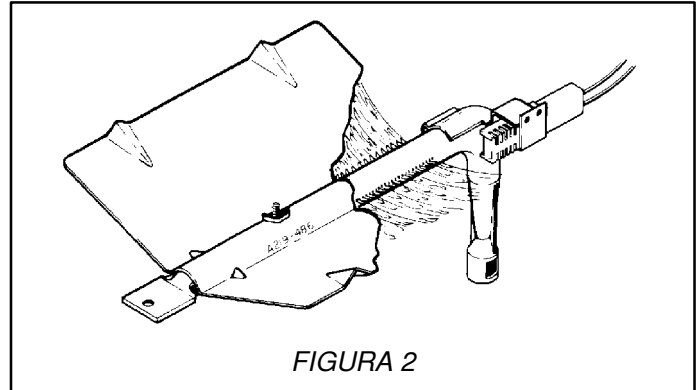
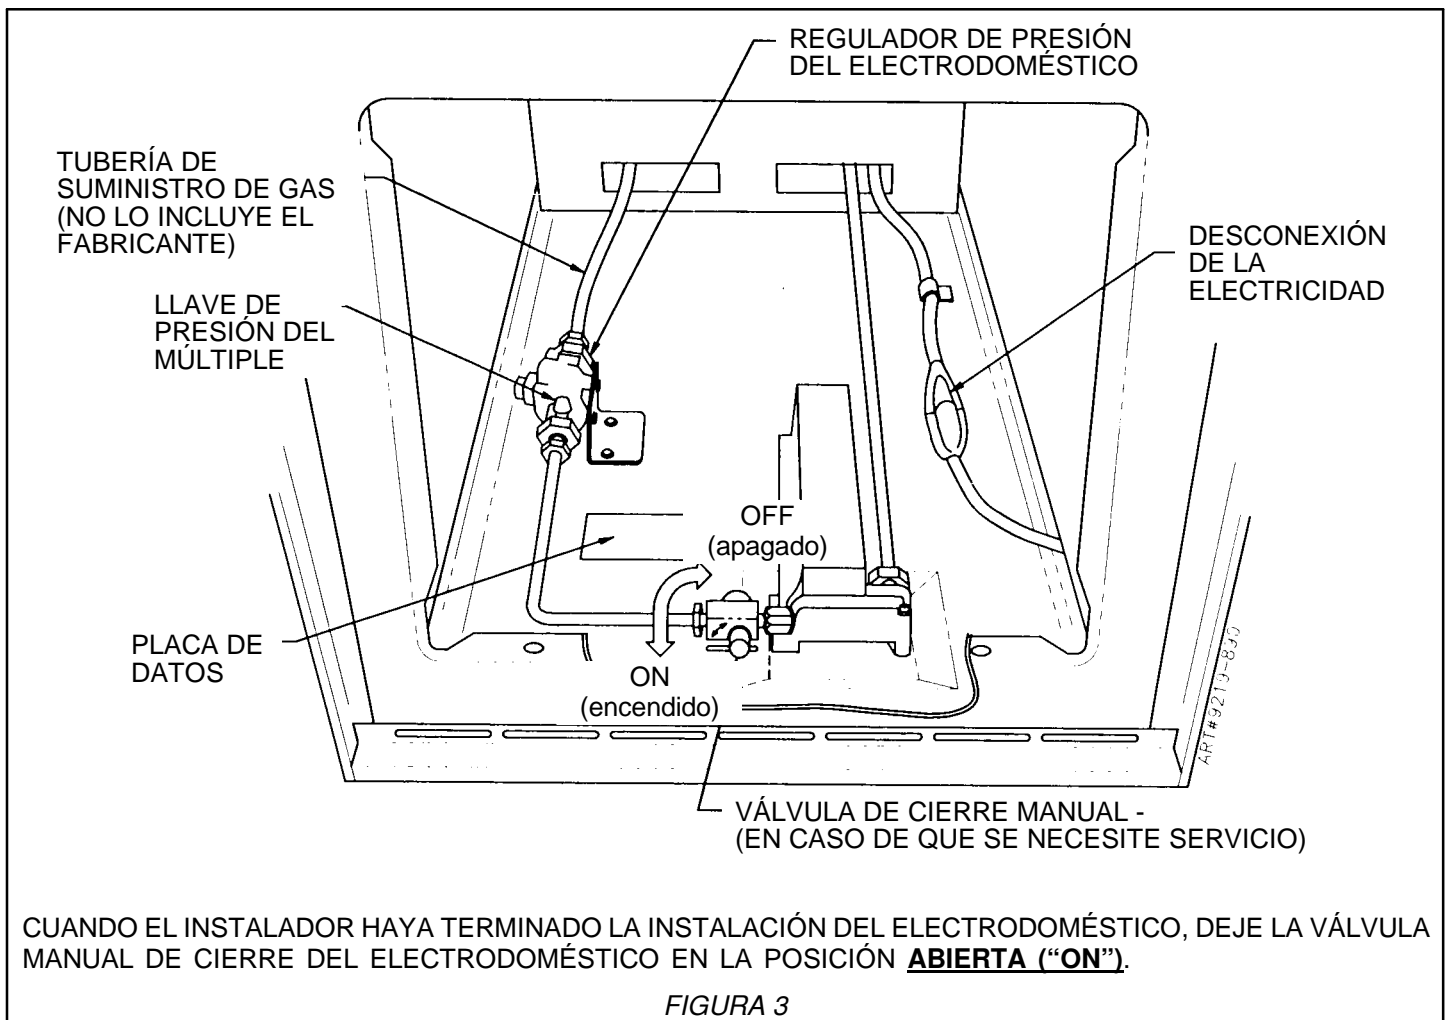

FIGURA 2
FIGURA 3
a. El quemador de horneado está equipado con un sistema de control eléctrico así como con un encendedor eléctrico del quemador del horno (figura 2). Este sistema de control NO requiere ajustes. Para operarlo, gire la perilla del termostato a cualquier ajuste de temperatura o en asar. La corriente fluirá al encendedor. Ésta “destellará” de manera similar a un foco de luz. (Este destello podría reflejarse en el horno a través de los orificios del fondo del horno). Cuando el encendedor llega a la temperatura suficiente para encender el gas, la válvula del horno controlada electrónicamente se abrirá y la llama aparecerá en el quemador del horno. Hay un lapso de tiempo de 30 a 45 segundos después de que se enciende el termostato para que aparezca la llama en el quemador del horno. Cuando el horno llegue al ajuste del disco, el encendedor destellando se apagará. La llama del quemador se “apagará” en 20 a 30 segundos después de que el encendedor se apague “OFF”. Para mantener cualquier temperatura dada del horno este ciclo continuará por el tiempo que el disco esté en esa temperatura determinada. La figura 3 es una ilustración de una estufa típica.
- b. En caso de que sea necesario darle servicio, se provee una válvula de cierre manual del gas al quemador del horno colocada entre el regulador de gas y la válvula del quemador del horno. Ésta está ubicada en el frente del fondo del horno o al lado derecho de la parte posterior del regulador de gas. Vea la figura 3.